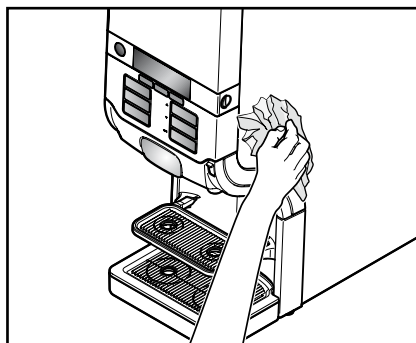

図50
6. 湿らせた清潔な布で、装置の外面を拭いてください。(図50)